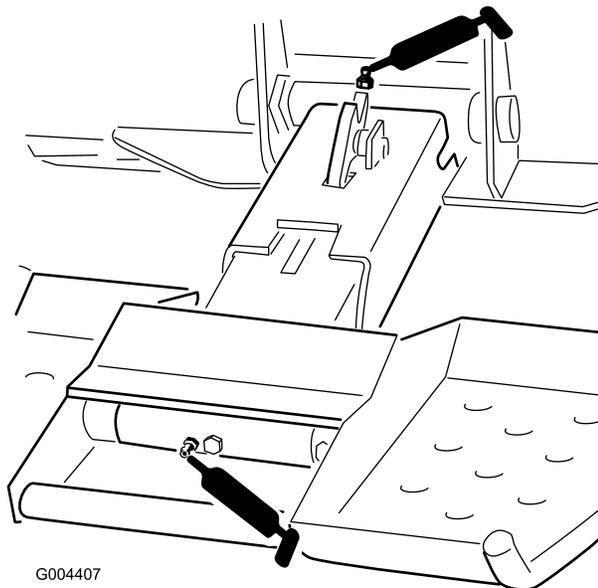

Figura 12
3. Collegate ad ogni raccordo d'ingrassaggio un ingrassatore a pressione (Figura 12).